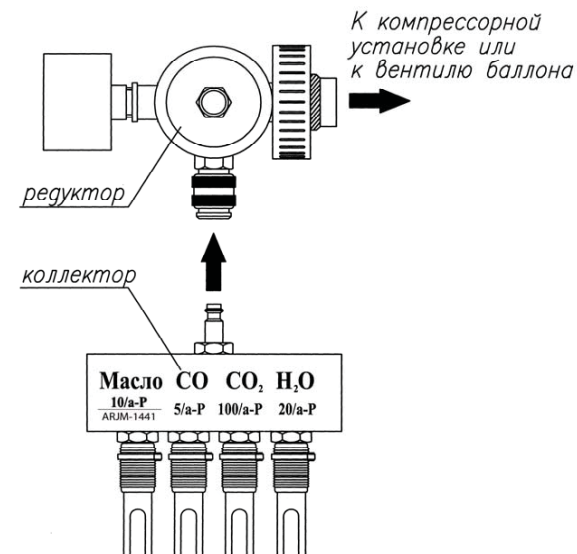

Рисунок 2
- присоединить вручную редуктор к вентилю баллона или через штуцер «20» или «30» к компрессорной установке (рисунок 2);
- присоединить коллектор к редуктору (рисунок 2);